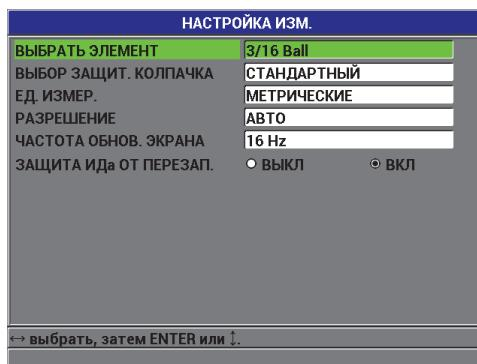

Рис. 6-1 Экран НАСТРОЙКА ИЗМЕРЕНИЯ
1. На экране измерений нажмите [SET UP], затем выберите ИЗМЕРЕНИЕ, чтобы открыть окно НАСТРОЙКА ИЗМ. (см. Рис. 6-1 на стр. 113).